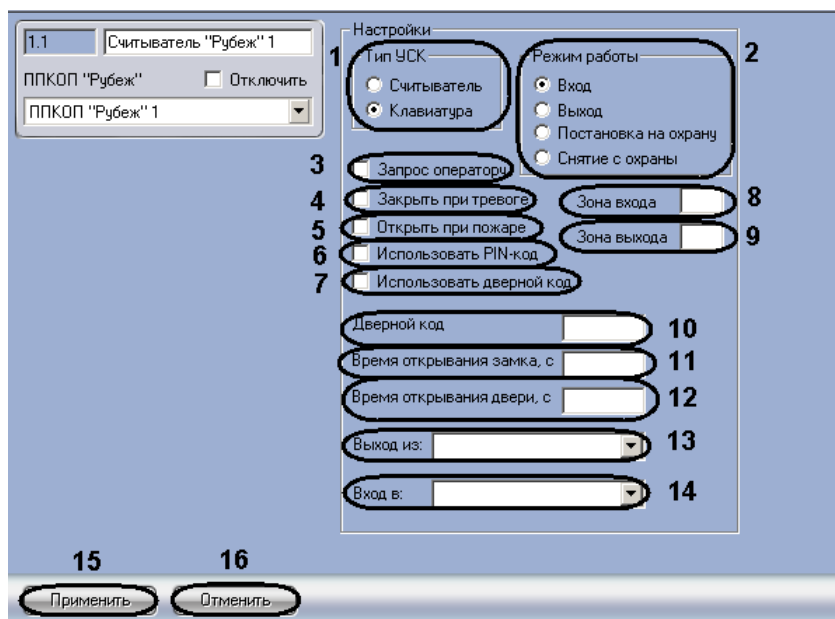

Рис. 3.5-2 Настройка считывателя
1. Перейти на панель настроек объекта **Считыватель “Рубеж”** (Рис. 3.5-2).
2. В поле **Тип УСК** установить переключатель в положение соответствующее используемому типу устройства считывания кода (см. Таб. 3.5-1, Рис. 3.5-2, 1).
3. В поле **Режим работы** установить переключатель в положение соответствующее режиму работы данного считывателя (см. Таб. 3.5-2, Рис. 3.5-2, 1).
4. Установить флажок **Запрос оператору**, если необходимо посылать запрос оператору для подтверждения открытия двери (см. Рис. 3.5-2, 3).
5. Установить флажок **Закреть при тревоге**, если необходимо закрывать дверь при срабатывании тревожной сигнализации (см. Рис. 3.5-2, 4).
6. Установить флажок **Открыть при пожаре**, если необходимо открывать дверь при фиксировании пожарной тревоги (см. Рис. 3.5-2, 5).
7. Установить флажок **Использовать PIN-код**, если необходимо использовать ввод PIN-кода (см. Рис. 3.5-2, 6).
8. Установить флажок **Использовать дверной код**, если необходимо использовать ввод кода считывателя (см. Рис. 3.5-2, 7).
9. В поле **Зона входа** ввести номер охранной зоны прибора *Рубеж-07*, куда входит пользователь через данный считыватель (см. Рис. 3.5-2, **8**).
10. В поле **Зона выхода** ввести номер охранной зоны прибора *Рубеж-07*, откуда выходит пользователь через данный считыватель (см. Рис. 3.5-2, **9**).
11. В поле **Дверной код** ввести код считывателя (см. Рис. 3.5-2, **10**).
12. В поле **Время открывания замка** установить значение в секундах, определяющее временной интервал удержания замка в открытом состоянии при срабатывании считывателя (см. Рис. 3.5-2, **11**).
13. В поле **Время открывания двери** установить значение в секундах, определяющее временной интервал удержания двери в открытом состоянии, после которого генерируется сигнал **Удержание двери** (см. Рис. 3.5-2, **12**).
14. Из раскрывающегося списка **Вход в:** выбрать объект **Раздел**, соответствующий территории, расположенной со стороны выхода через считыватель (см. Рис. 3.5-2, **13**).
15. Из раскрывающегося списка **Выход из:** выбрать объект **Раздел**, соответствующий территории, расположенной со стороны входа через считыватель (см. Рис. 3.5-2, **14**).
16. Для сохранения изменений нажать кнопку **Применить** (см. Рис. 3.5-2, **15**).
*Примечание. Для отмены внесенных изменений необходимо нажать кнопку **Отмена** (см. Рис. 3.5-2, **16**).*